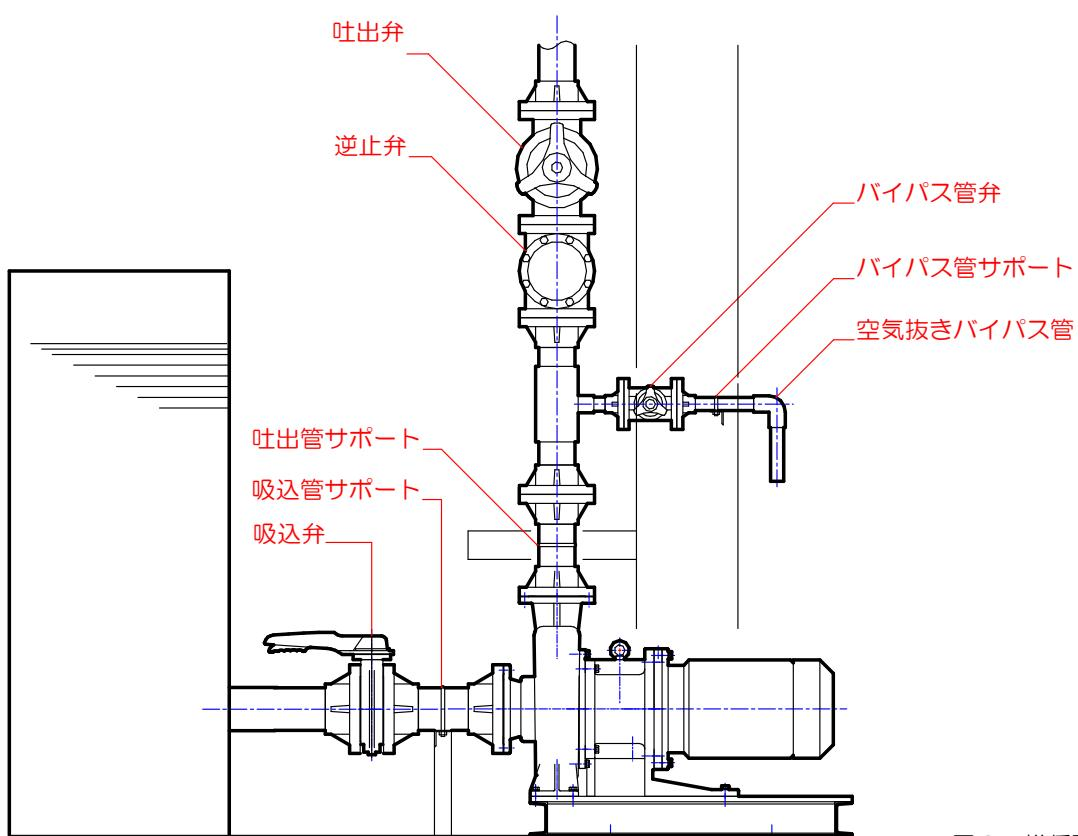

図3 推奨配管
- 4) ポンプ停止時における逆流の防止や、実揚程が高い場合には水撃防止を目的とし、逆止弁を設ける必要があります。ただし、起動時に逆止弁の下方に空気抜き溜りができている場合がありますので空気抜きを設けてください。（図3）